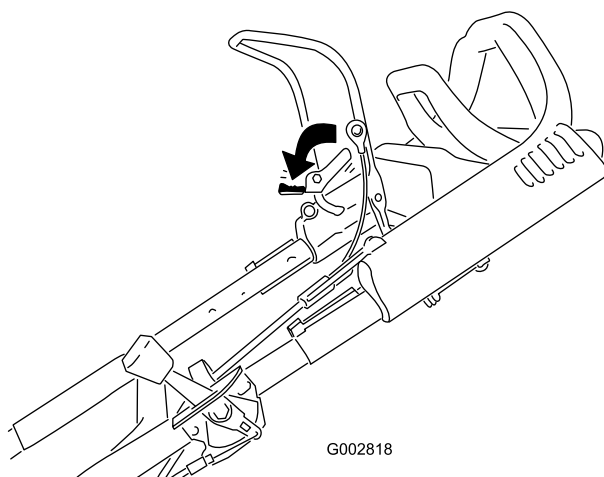

Figura 15
1. Spingete in avanti il dispositivo di bloccaggio della barra di comando (Figura 15).